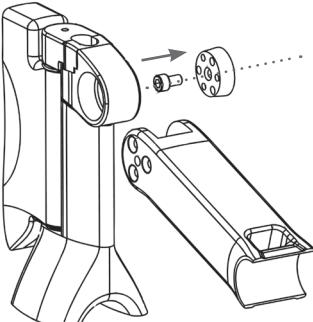

Fig. 5
1. Desengrasse los conos (1&6), la cabeza de la horquilla (3) y los brazos de la potencia con un paño seco.
2. Engrase el tornillo M6 x 10 mm (4).
3. Atornille y apriete manualmente el tornillo M6 x 10 mm en el cono izquierdo. La cabeza del tornillo debe descansar sobre el pequeño diámetro del cono (Fig. 5).